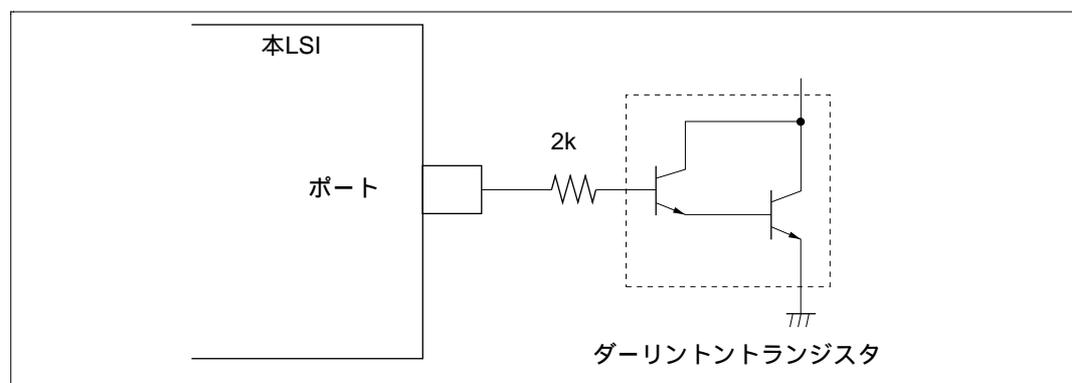
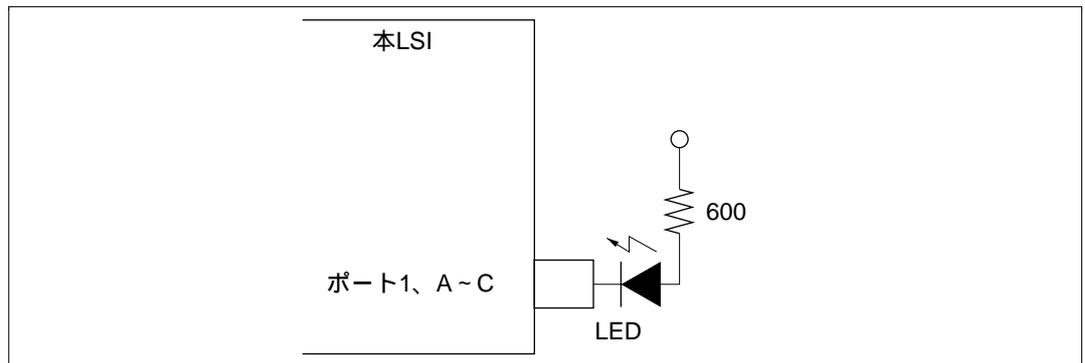

図 22.65 ダーリントトランジスタ駆動回路例
図 22.66 LED 駆動回路例
2. ダーリントトランジスタや、LED を直接駆動する場合には、図 22.65、図 22.66 に示すように、出力に必ず電流制限抵抗を挿入してください。